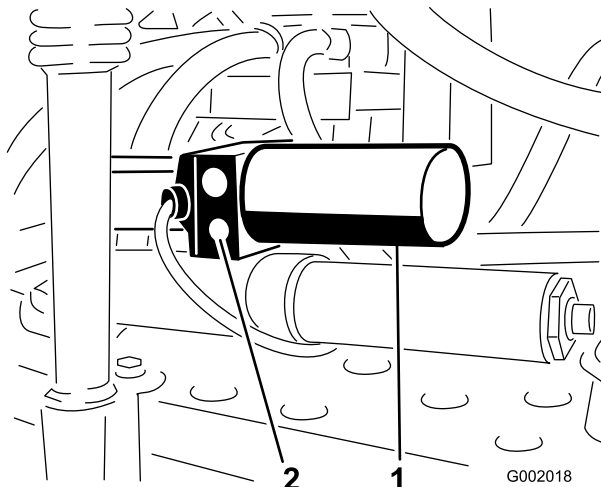

Figura 70
1. Localice la válvula de alivio manual en el actuador de cada brazo. La válvula de alivio manual es la válvula más pequeña, y se encuentra solamente en un lado del cuerpo del actuador (Figura 70).